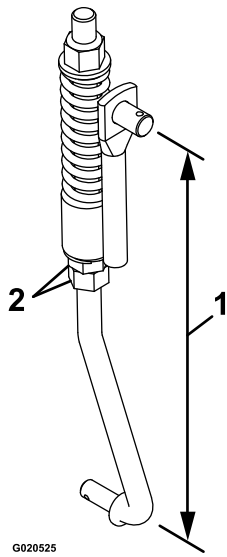

Figura 56
8. Ajuste la longitud del acoplamiento con las 2 tuercas situadas en la parte inferior del conjunto de muelle vertical (Figura 56).